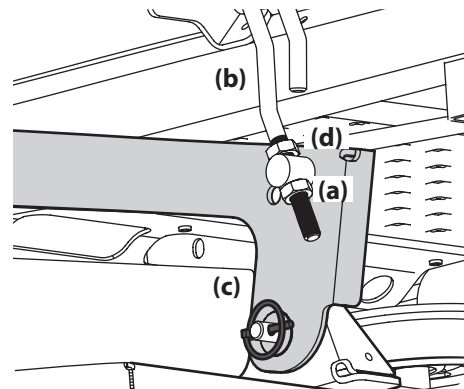

Figura 4-7
3. Afloje la contratuercas inferior (a) del brazo de elevación ajustable (b) que está conectado al brazo de elevación de la plataforma (c) a fin de bajar la plataforma y ajuste la contratuercas superior (d) para sujetar la plataforma en su lugar, afloje la contratuercas superior (d), luego ajuste la contratuercas inferior (a) para sujetar la plataforma en su lugar. Consulte Figura 4-7.